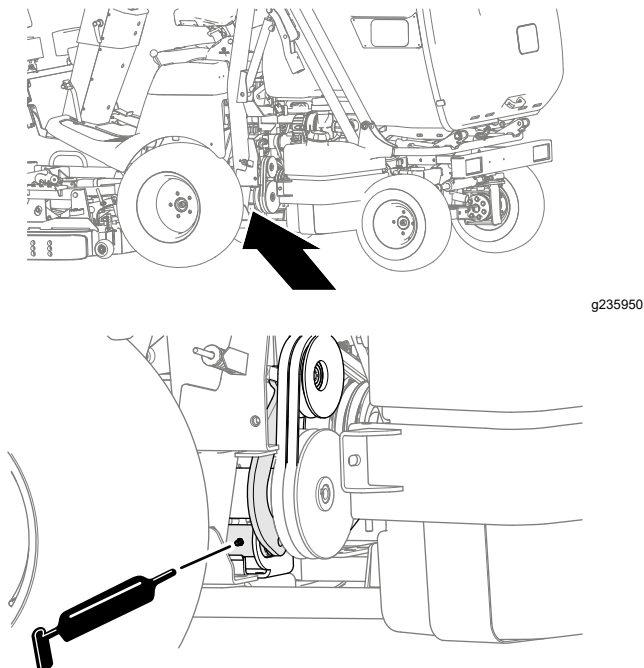

Figure 46
- Support de poulie de tension de PDF (Figure 46)